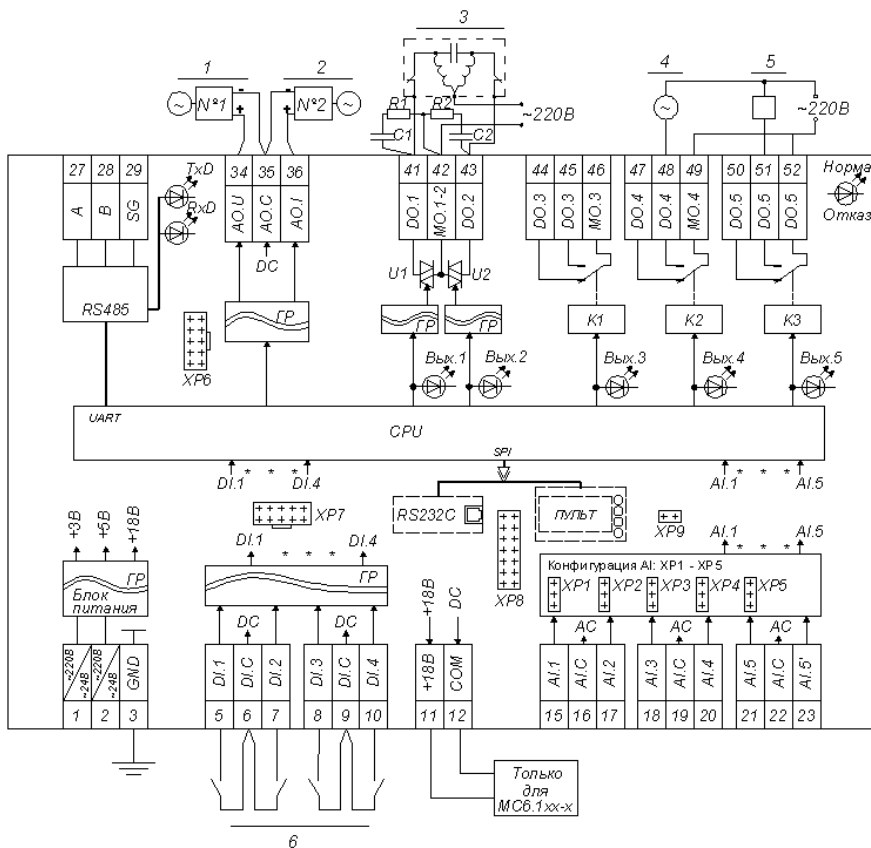

Рисунок 3 – Функциональная схема контроллера
Примечания к рис. 3:
Подключение дискретных сигналов (DI) осуществляется к клеммам 5-10, как показано на рис. 3.
Вид датчиков и характеристики сигналов, подключаемых к аналоговым входам (AI), представлены в таблице 2. Подключение осуществляется к клеммам 15-23 (см. рис.3).
Подключение аналоговых исполнительных устройств, диапазоны входных сигналов которых соответствуют п. 3.6, к аналоговым выходам (АО) осуществляется к клеммам 34-36 в соответствии с рис. 3.
Подключение исполнительных устройств к дискретным выходам (DO) осуществляется к клеммам 41-52 (см. рис. 3).